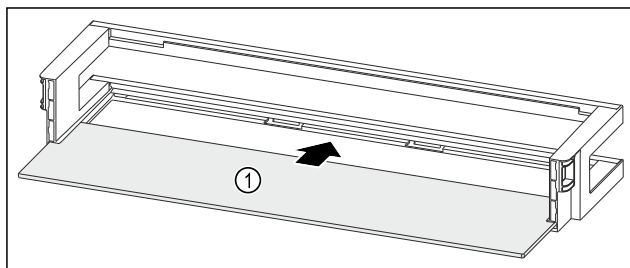

Fig. 129 Deurrek met draagplateau
- Draagplateau Fig. 129 (1) in de zijdelingse inkepingen schuiven.